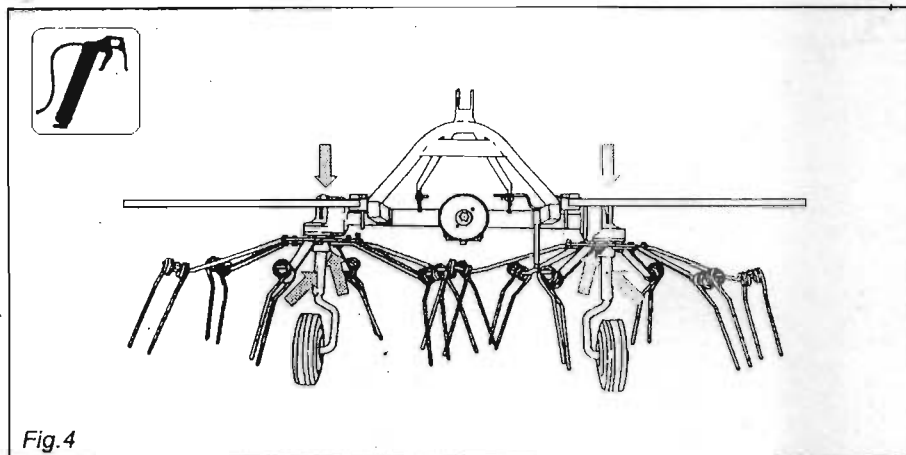

Fig.4
Fixez les petits graisseurs (fig.4).
- Graissez les points indiqués en figure4, toutes les 20 heures de travail.